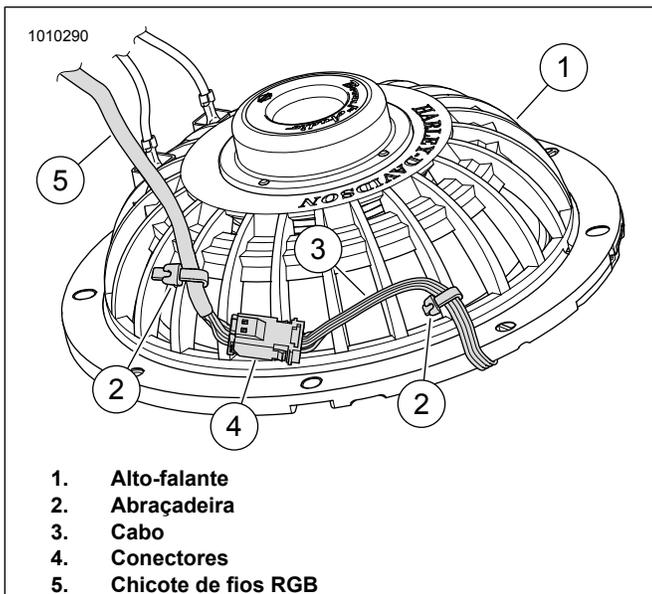

Figura 17. Parte traseira do alto-falante, cabo e abraçadeira
- a. Veja a figura 17. Junte os conectores (4) do componente de LED no chicote de fios RGB.
- b. Oriente o cabo do componente de LED (3) pela parte de trás do alto-falante (1) conforme mostrado. Para estabilizar os conectores (4), fixe o cabo do componente de LED (3) e o chicote de fios RGB (5) com as abraçadeiras (2) conforme mostrado.